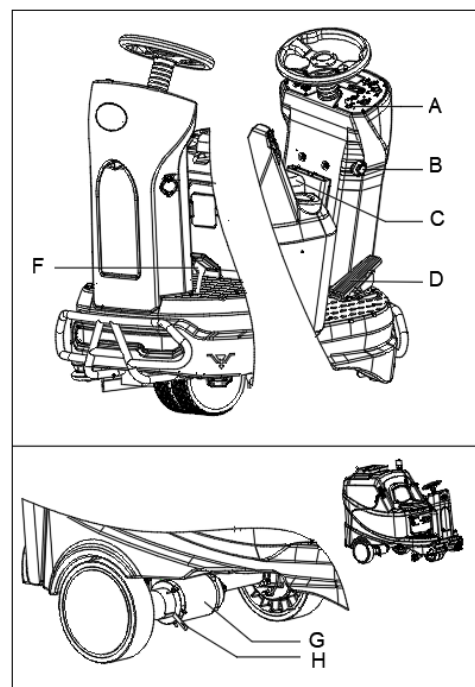

Рис. 12
1. Поверните ключ зажигания (А, рис. 12) в положение “I”, займите сиденье (С).
2. Слегка нажмите педаль привода (D) слегка, затем ослабьте ее, чтобы проверить, может ли машина двигаться вперед и останавливаться.
4. Быстро нажмите на педаль механического тормоза (F), чтобы проверить, можно ли немедленно остановить машину.
Электрический тормоз мотора двигателя отключен, когда двигатель работает. В некоторых особых случаях, таких как упаковка/распаковка машины, неисправность машины и т. д., может потребоваться толкнуть машину. На приводном двигателе (G, рис. 12) нажмите на ручку тормоза (H, рис. 12), тормоз машины будет отпущен и машина сможет перемещаться. После завершения, отодвиньте ручку назад, чтобы машина могла работать.